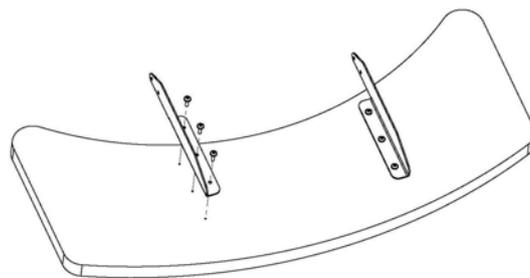

Рисунок 13
17. Прикрепите складной механизм откидного пристолья к крепежным пластинам на очаге как показано на рисунке 12. Пристолье можно опустить, если его слегка приподнять и потянуть на себя. Зафиксировать пристолье в рабочем положении можно, подняв его вверх до упора и подвинув его слегка от себя в сторону очага. Предварительно прикрепите саморезами по 2 складных кронштейна (левый и правый) к каждому пристолью в предварительно намеченные отверстия с нижней стороны пристолья (рисунок 13).